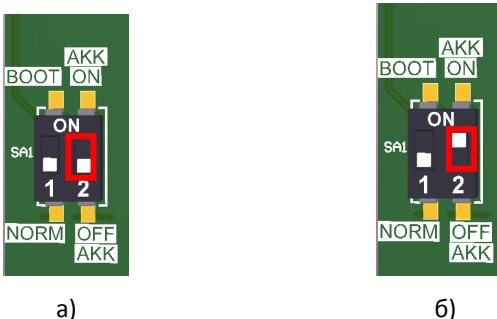

Рисунок 4. Переключатель AKK: а) тумблер 2 в положении OFF; б) тумблер 2 в положении ON.
2. Переставить тумблер 2 переключателя АКК из положения OFF в положение ON (смотрите рисунок 4 (б)).